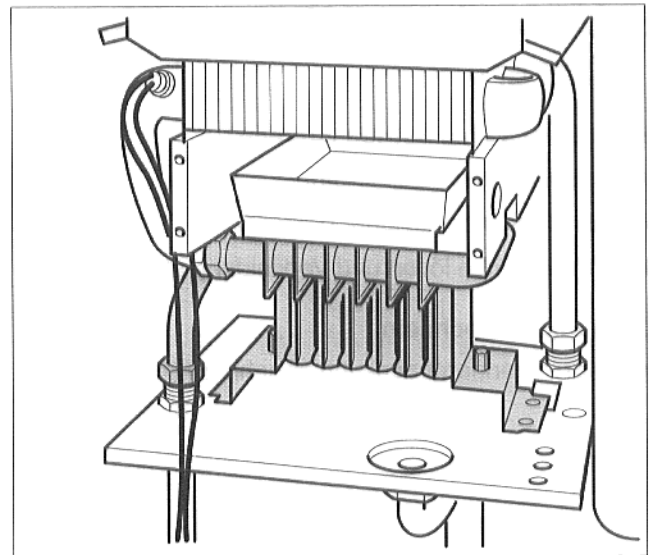

Abb. 32 Brenner herausnehmen
- Brenner herausnehmen (Abb. 32).